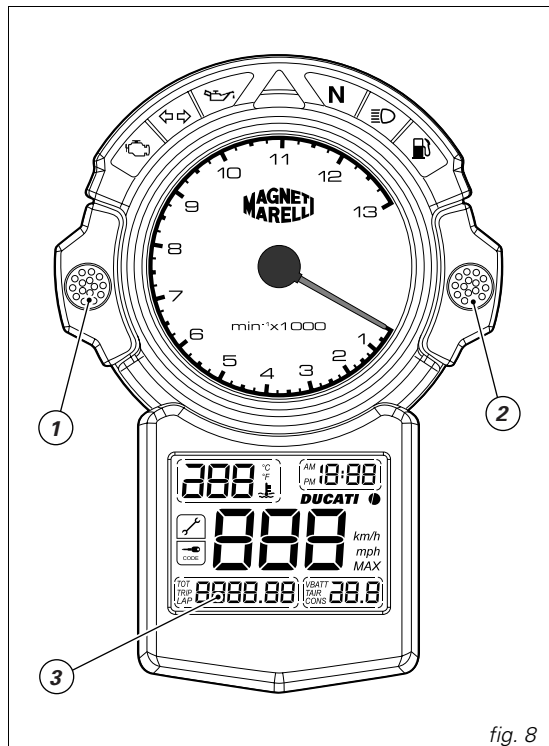

fig. 8
Appuyez sur le bouton (1, fig. 8) pendant au moins 2 secondes.
Sélectionnez AM/PM en appuyant sur le bouton (2, fig. 8).
Sélectionnez la visualisation TRIP sur l'afficheur (3, fig. 8).
La centrale électronique signale automatiquement au tableau de bord le modèle et l'unité de mesure à afficher ; pour forcer la modification de ces paramètres, tournez la clé de contact de la position OFF à la position ON et appuyez simultanément sur les boutons (1, fig. 8) et (2, fig. 8). Appuyez sur le bouton (1) pour faire défiler tous les paramètres possibles.